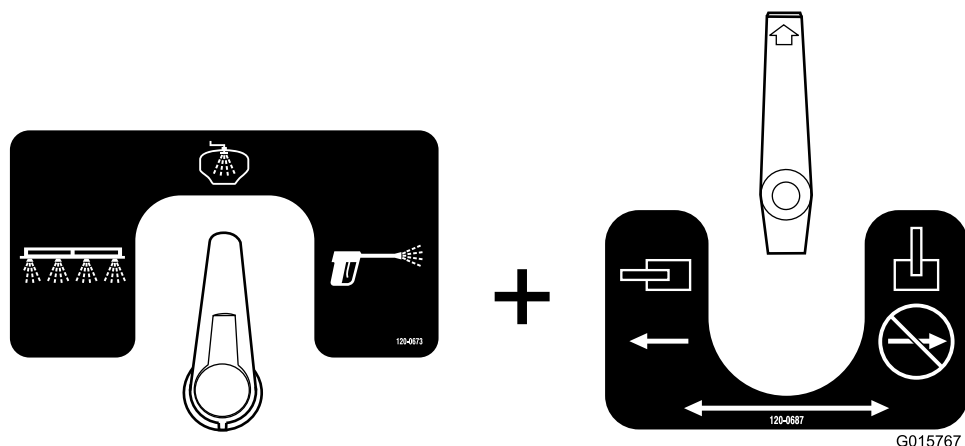

Figura 53
- Questa è la disposizione di lavaggio del serbatoio (Figura 53). Utilizzatela per spruzzare l'acqua di lavaggio dagli ugelli nel serbatoio.